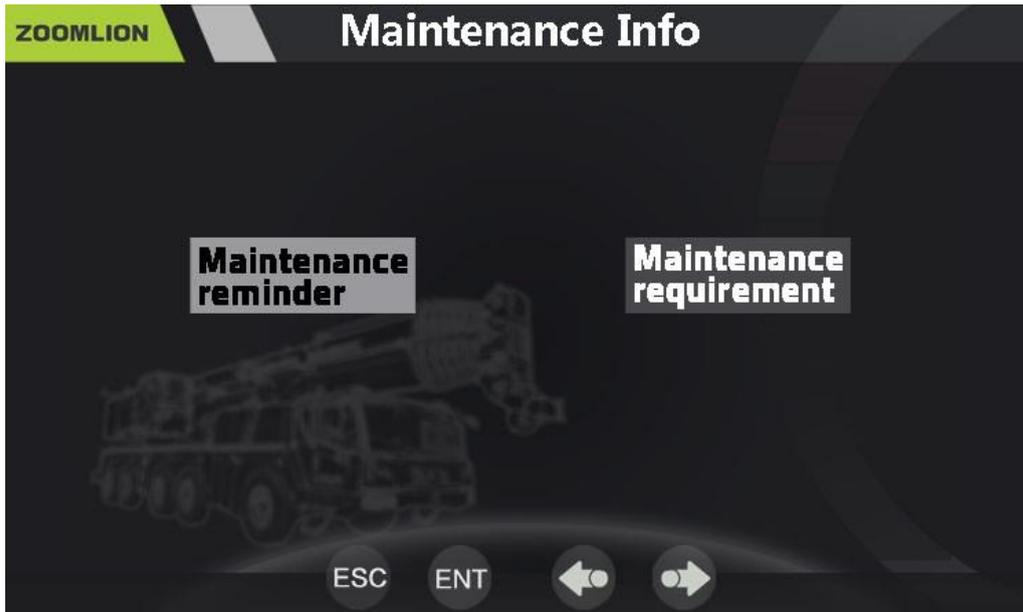

Figura 3-17 Interface de informações de manutenção
- Pressione F2 para confirmar a seleção e entrar na interface conforme mostrado na Figura 3-17.